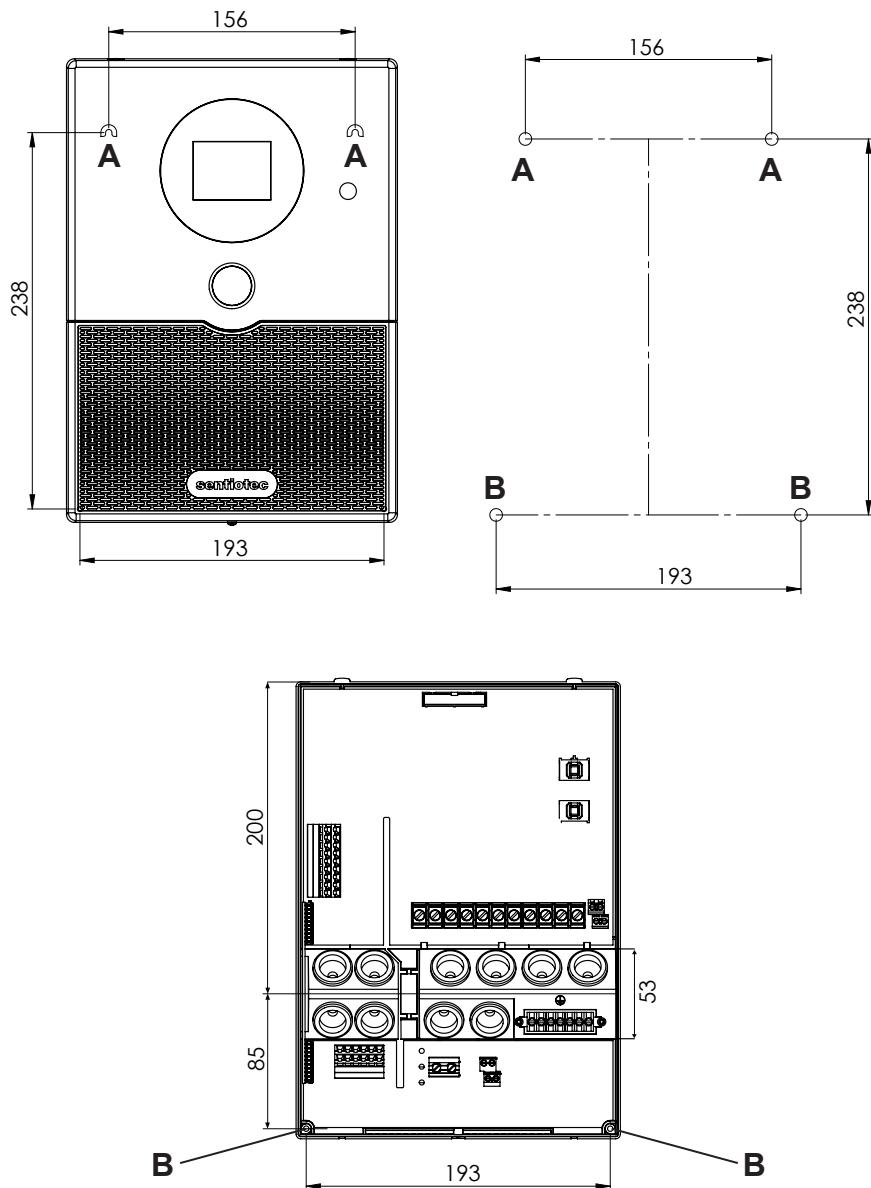

Fig. 1 Posizione del dispositivo di sospensione e dei fori di montaggio (misure in mm)
1. Avvitare due viti per truciolari (3 x 25 mm) sulla parete della sauna a un'altezza di ca. 1,70 m lasciandole fuoriuscire di max. 7 mm. Le due viti devono essere posizionate a una distanza di 156 mm l'una dall'altra (vedi Fig. 1).
4. Con l'ausilio del dispositivo di sospensione **A**, agganciare il comando della sauna alle viti con intaglio a croce montate (vedi **Fig. 1**).
5. Avvitare due viti per trucioli (3 x 25 mm) nei fori di fissaggio inferiori **B** (vedi **Fig. 1**).